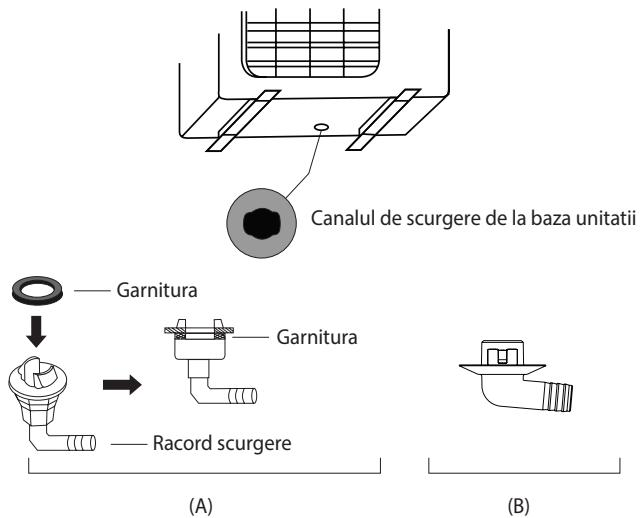

Fig. 5.12
În cazul în care racordul are inclusă garnitura de cauciuc (fig 5.12-A), urmați pași:
- Dacă racordul de scurgere nu are inclusă o garnitură la baza unitatii, (Fig 5.12-B), urmați pași de mai jos: